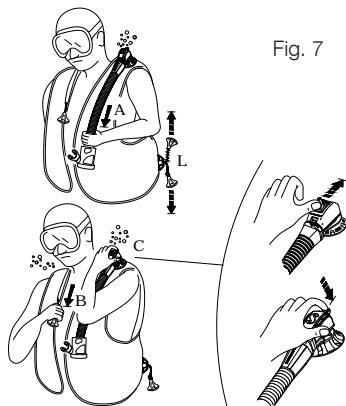

Fig. 7
a. tire suavemente del conjunto del latiguillo (fig. 7 - A).
b. pulsando el botón que sobresale de la cubierta de la válvula (fig. 7 - C) (patentado): este sistema puede ser útil también para liberar el aire de otro buzo que tenga problemas (pánico, buzo principiante, pérdida de conocimiento, etc.).
- La válvula dual de vaciado manual SCUBAPRO® (patentada) tiene un botón de seguridad que libera aire cuando se presiona (fig. 7-C), en caso de falla del sistema de descarga manual (cable o clavija rotos, etc.).
Válvula de vaciado inferior (fig. 7 - L)
Los dispositivos de desinflado con la máxima salida de gas son la válvula del hombro fig. (7-B) y la válvula inferior (fig. 7-L).